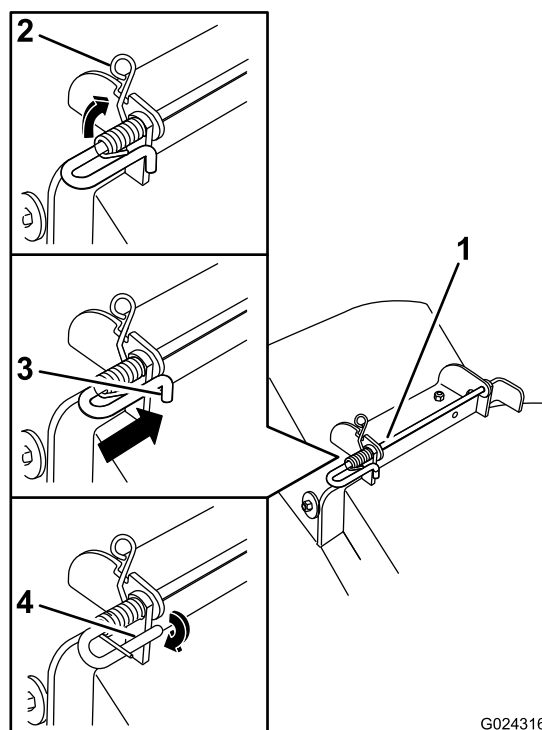

Figura 69
- Levante el extremo del muelle que tiene bucle y colóquelo en la muesca del soporte del deflector (Figura 69).
- Fije el conjunto de varilla y muelle torciéndolo de manera que el extremo corto de la varilla pueda colocarse detrás del soporte delantero que está soldado a la carcasa (Figura 69).